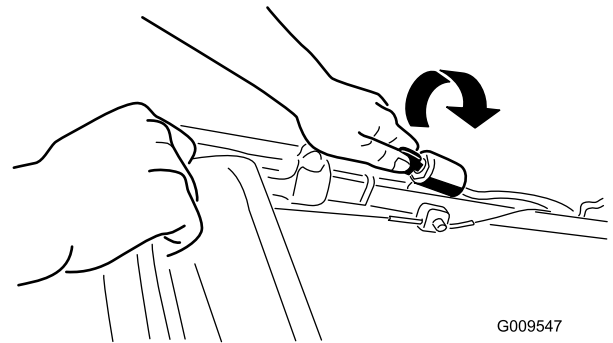
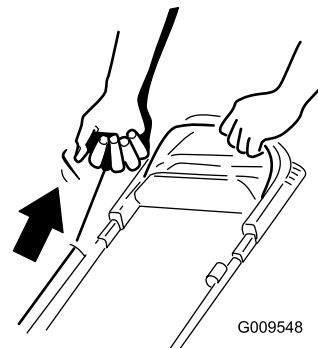

Bild 14
Bild 15
2. Drehen Sie den Zündschlüssel (Bild 14) (nur Modelle mit Elektrostart) oder ziehen Sie am Rücklaufstarterbügel (Bild 15).
kräftig durch (Bild 15). Lassen Sie das Seil langsam zum Bügel zurücklaufen.